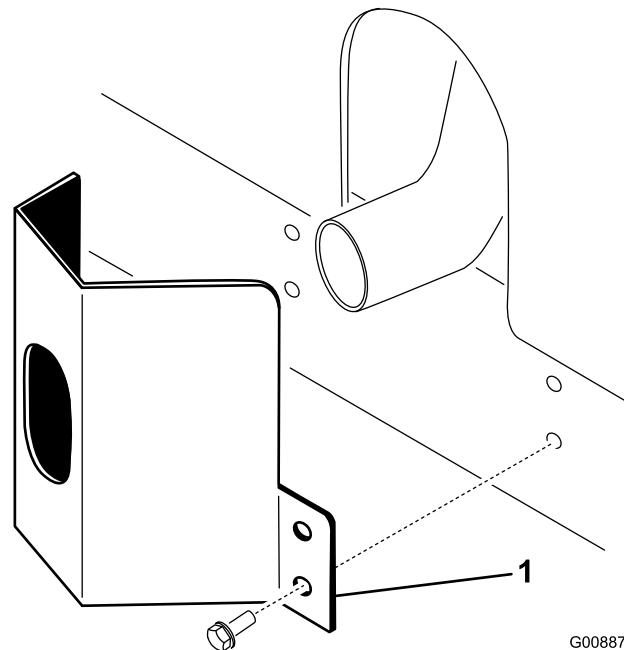

Figura 11
2. Fissate la protezione della marmitta sul telaio con quattro viti autofilettanti (Figura 11).
1. Collocate la protezione della marmitta attorno al silenziatore, allineando contemporaneamente i fori di fissaggio con i fori nel telaio (Figura 11).